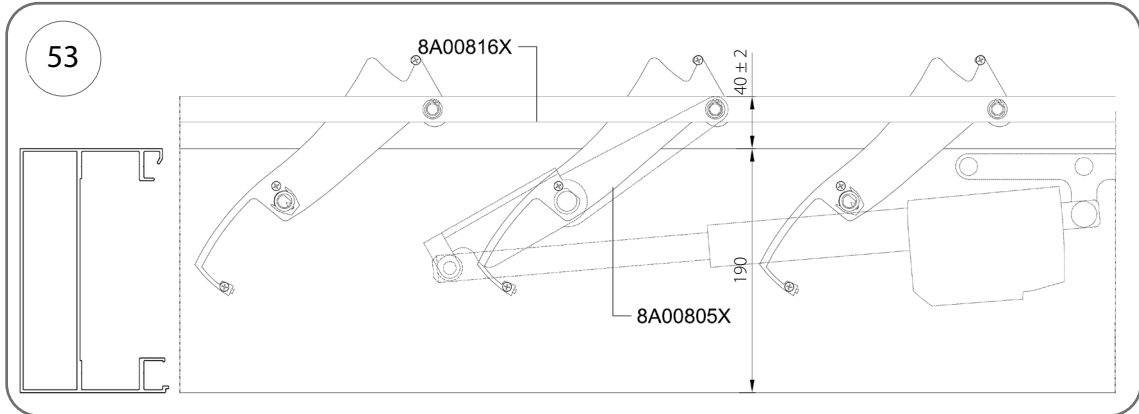

Рис. 53
2. Встановіть положення кінцевого закриття, як показано на рис. 53.